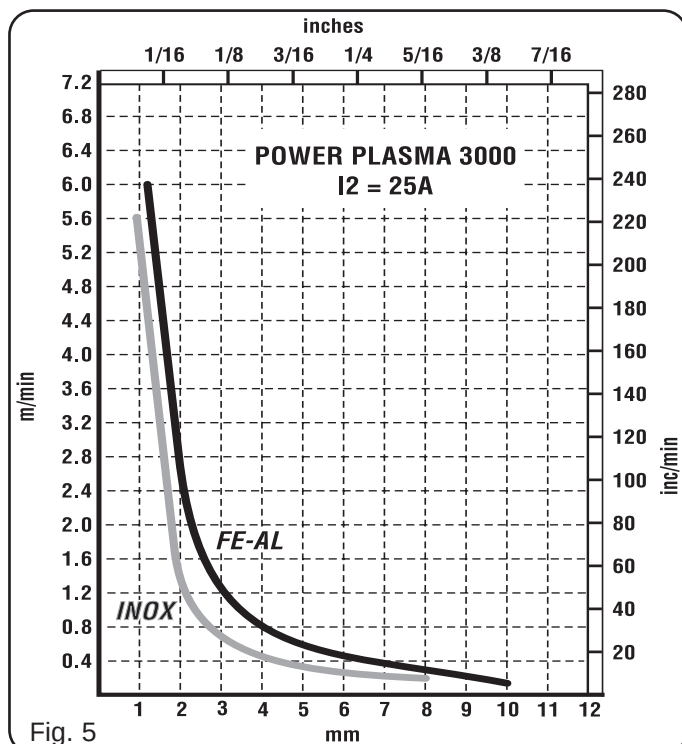

Fig. 5
- Epaisseur excessive de la pièce (voir diagrammes de vitesse de découpage, fig. 5).